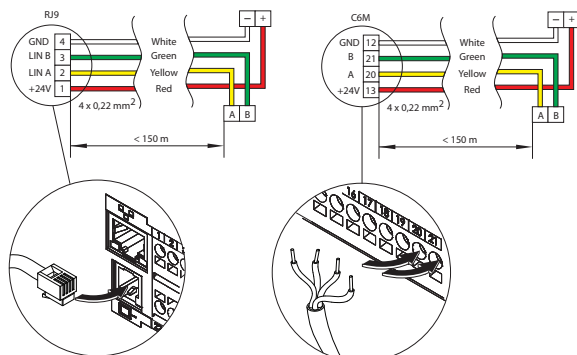

Abb. 17. Anschlussplan für das Bedienfeld
- **DX (15–16)** – Steuersignal für externen Direktverdampfer (DX) Kühler/Heizer.
- Bedienfeld (siehe Abb. 17).